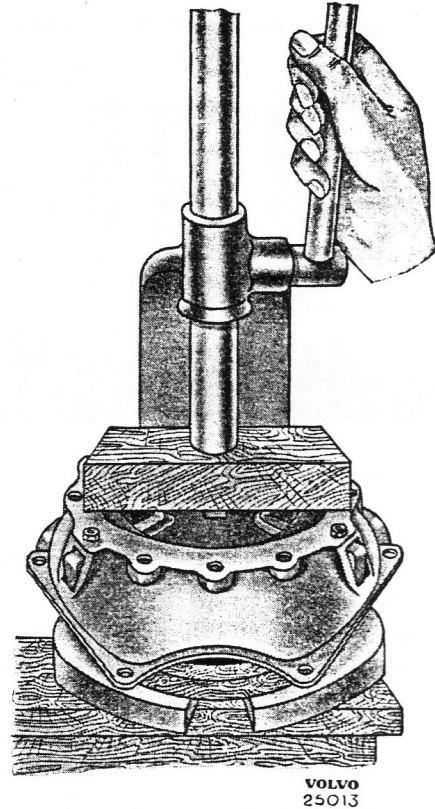

Bild 2-10. Auseinandernehmen der Kupplung
1. Druckplatte auf gleiche Holzplatte wie beim Demontieren legen, siehe Bild 2-10.